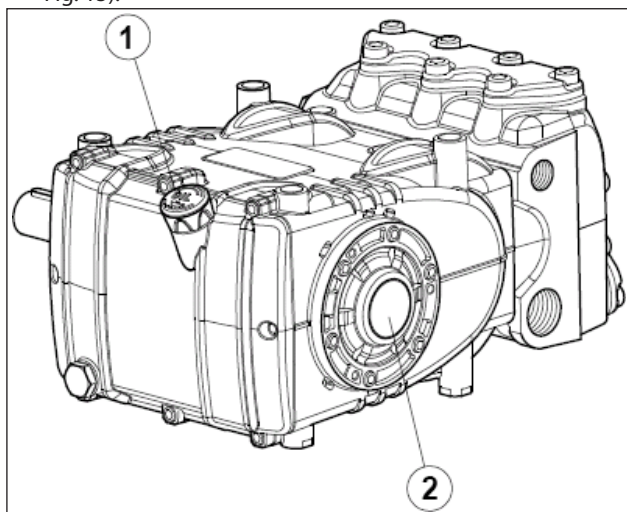

Fig. 15
5. Le niveau d'huile dans le carter de pompe est correct, en le mesurant avec la jauge d'huile appropriée (rep. ①, Fig. 15) et exceptionnellement avec le voyant de niveau (rep. ②, Fig. 15).